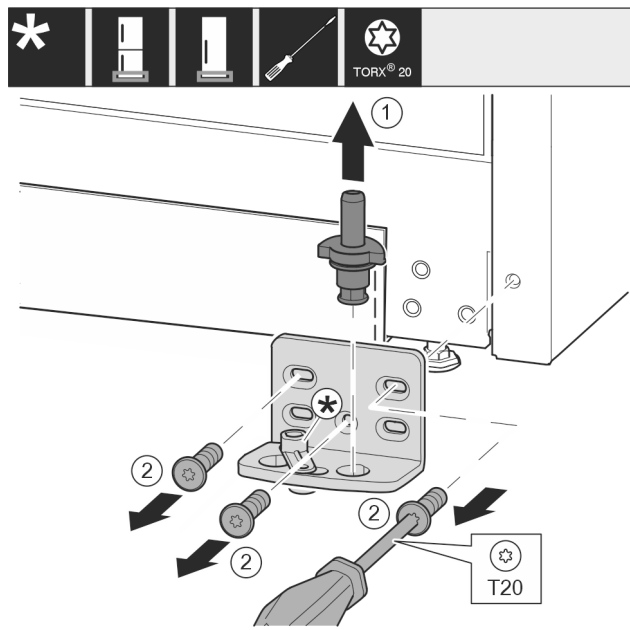

Fig. 12
- ▶ Visiškai ištraukite atraminį kaištį Fig. 12 (1) į viršų.
- ▶ Išsukite varžtus Fig. 12 (2) atsuktuvu ir nuimkite atraminę gembę.